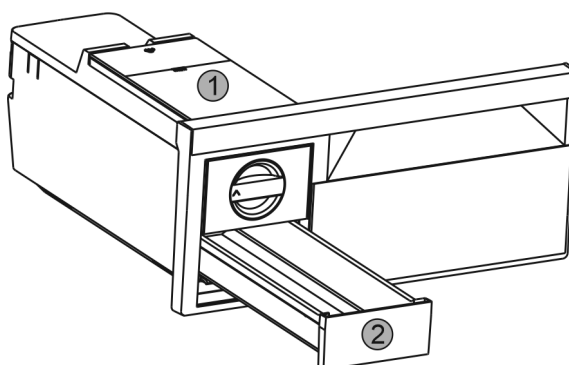

Fig. 39
- Wassertank Fig. 39 (1) und Eiswürfel-Schubfach Fig. 39 (2) entnehmen.